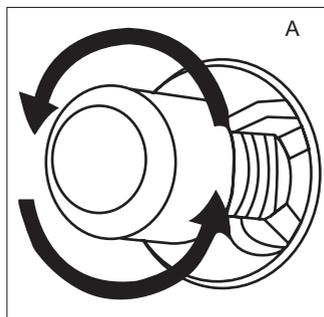
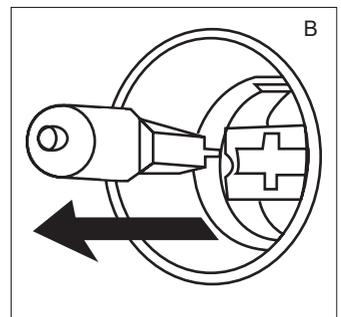

Abbildung 124
Abbildung 125
3. Entfernen Sie dann die Backofenlampe, indem Sie sie drehen (siehe Abb. 124), wenn sie vom Typ A ist, oder indem Sie sie herausziehen (siehe Abb. 125), wenn sie vom Typ B ist.